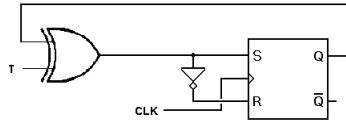

Figure 8: Bascule T
3. On peut réaliser une bascule de type T en modifiant le circuit précédent comme montré dans la figure 8. Écrivez la table logique (réutilisez la table du circuit précédent) et expliquez pourquoi on l'appelle Toggle (T).